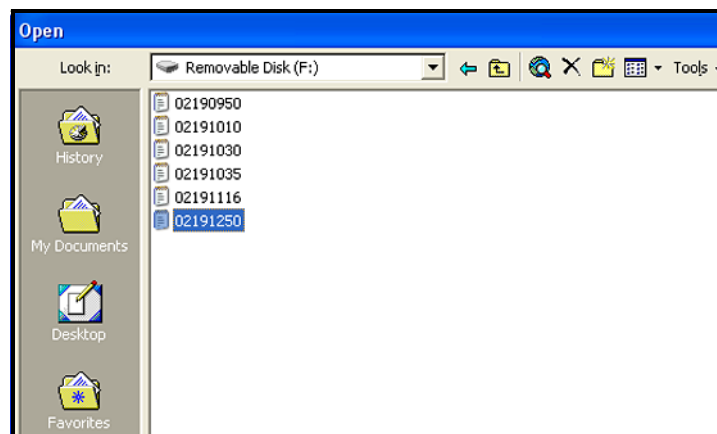

Figure 58: Auswählen der zu öffnenden Protokolldatei
- Klicken Sie auf den Namen der gewünschten Protokolldatei (siehe *Figure 58* unten).